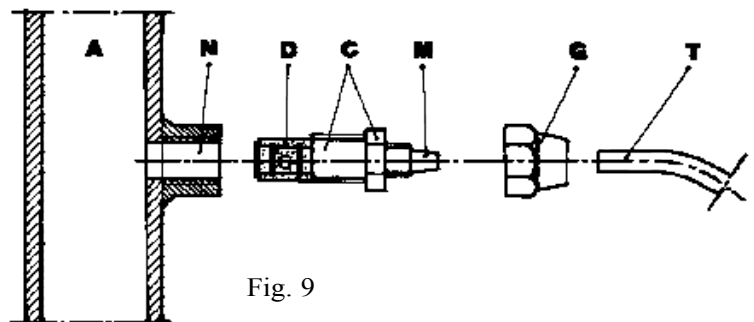

Fig. 9
g.- Seleccione el punto de inyección más apropiado en la tubería de la instalación a tratar y coloque un empalme de 3/8 " gas hembra. Este empalme no viene con la bomba. Enrosque la válvula de inyección en el empalme con la junta de impermeabilización de Teflón Fig.9. Conecte el tubo de la junta cónica de la válvula de inyección y asegúrelo con la abrazadera G correspondiente. La válvula de inyección es también una válvula estática.
### 3.1 -ESQUEMA DE MONTAJE DE LA VÁLVULA DE INYECCION FIG. 9